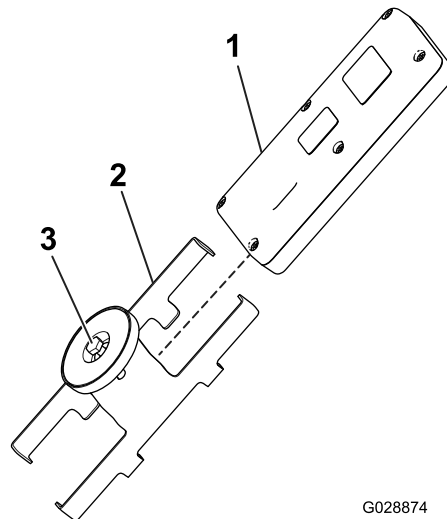

Figura 19
5. Asamblați telecomanda portabilă în suportul magnetic al acesteia, glisați jumătățile suportului împreună i strângeți urubul din magnet (Figura 19).